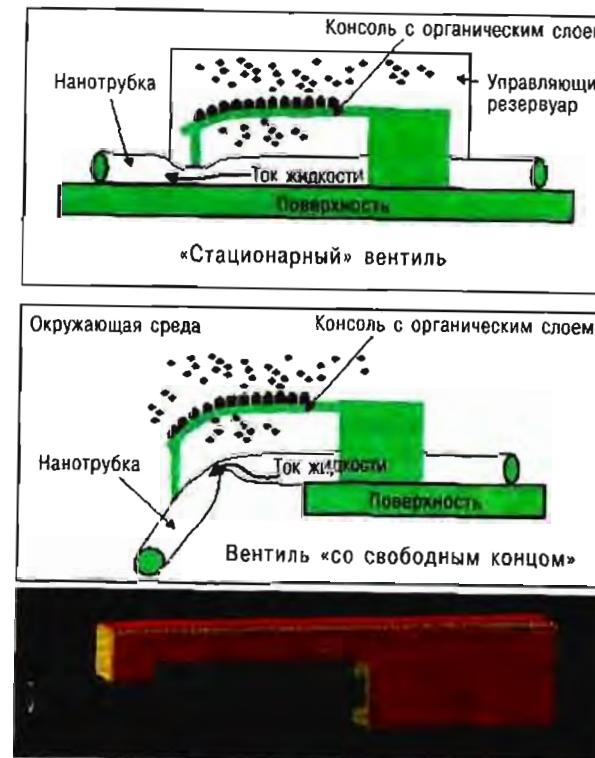

Рис. 3.1. Принцип действия наномеханического вентиля
Консоль покрыта сверху органическим слоем акриловой кислоты. Все устройство будет находиться в жидкости с изменяющимся *pH*. Как только *pH* окружающей среды повысится, суммарный заряд консоли будет негативным (вследствие отбора протонов органического слоя). Этот избыточный отрицательный заряд может вызвать деформацию консоли. Как только *pH* вернется в норму, органический слой получит дополнительные протоны и консоль выпрямится (рис. 3.1). Для нанесения акрилового слоя на кремниевую консоль ученые предлагают использовать специально модифицированную кремниевую поверхность — *Si* (100).